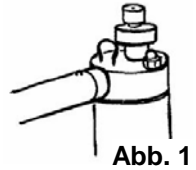

Abb. 1
1. Stecken Sie das Schlagsystem mit einer leichten Drehbewegung in den Ventilkopf und befestigen es mit der Verschlußgabel. Bewegen Sie dabei das Schlagsystem vor und zurück, bis die Verschlußgabel einrastet. (Abb. 1) (Alle Modelle **außer** „Mini-Bako-S mit Aufsatzgerät“: weiter mit **Punkt 2**)